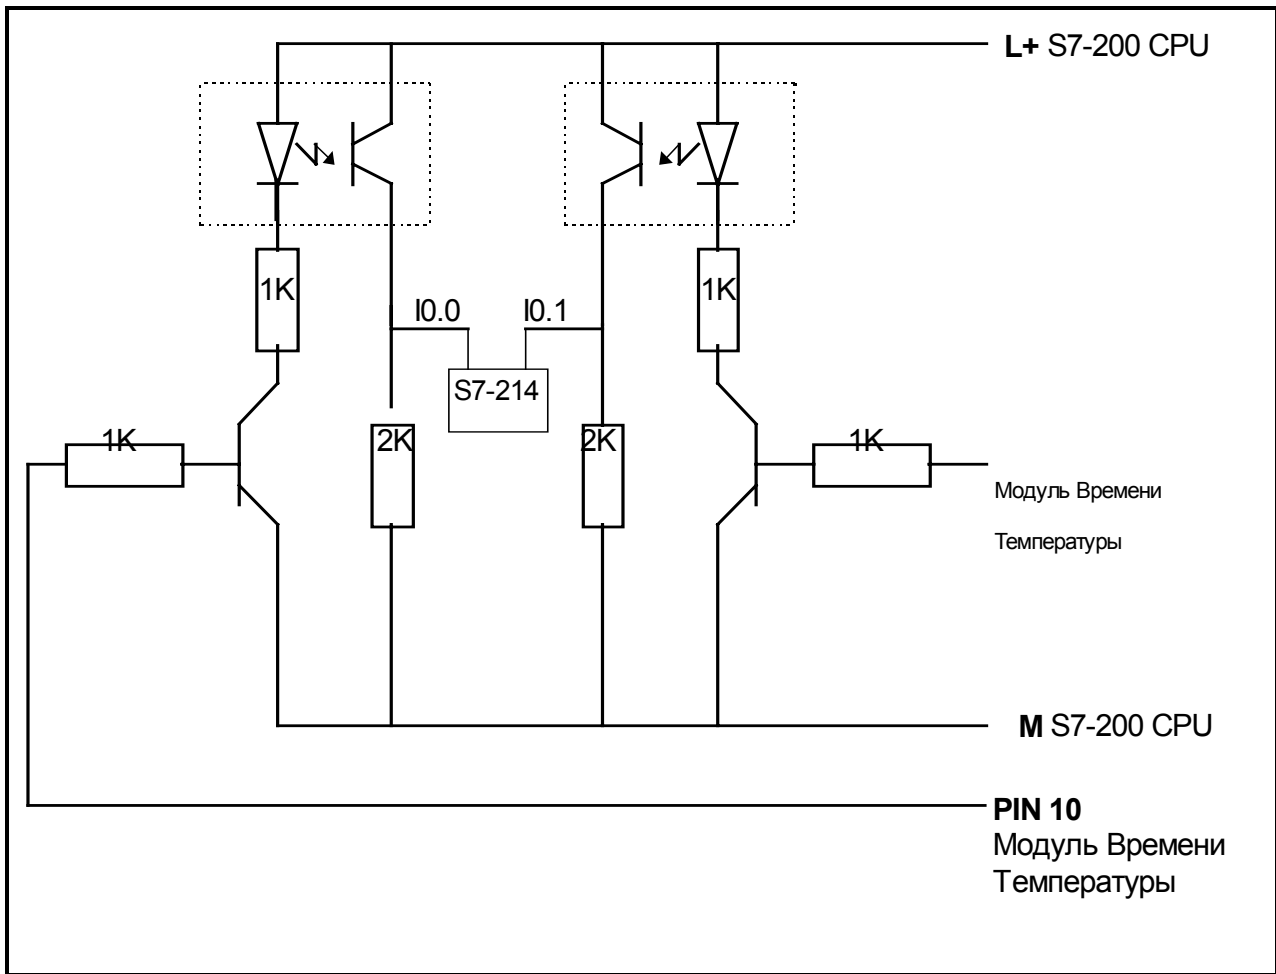
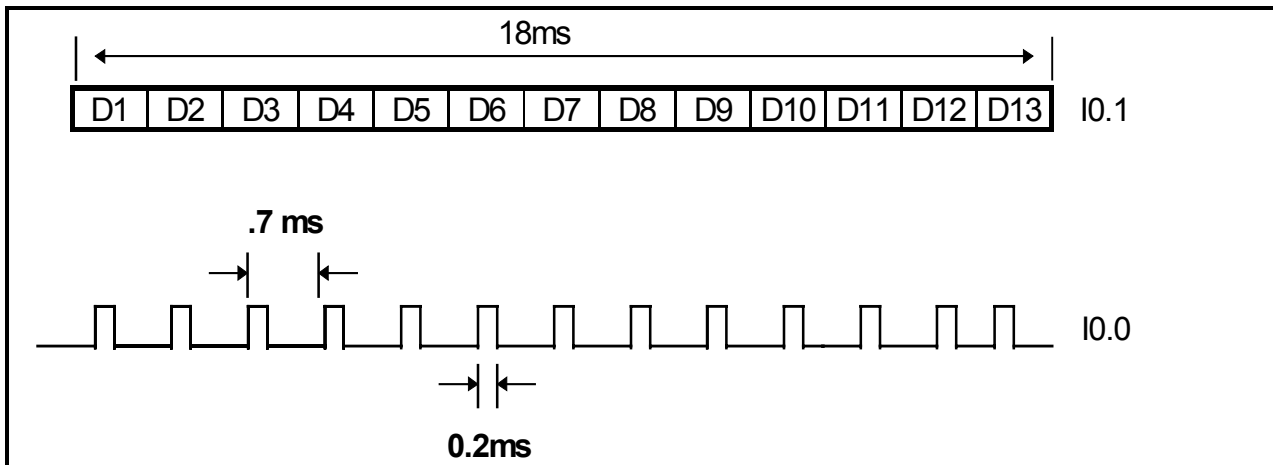

Рисунок 45.2 Структура Схемы Усиления
Рисунок 45.4 Временная диаграмма импульсов на входах ПЛК
**Замечание:** Входы S7-200 гарантируют регистрацию импульсов продолжительностью не менее 0.2ms (см. Рисунок 45.4). Как видно на Рисунок 45.2, продолжительность импульсов на выходе модуля времени температуры равна 0.125ms. Поэтому необходимо использовать оптопару в схеме усиления, которая выдает более медленные импульсы, чем поступают на нее. Необходима такая оптопара, которая читает импульсы длиной 0.125ms и выдает импульсы длиной по крайней мере 0.2ms. Так же импульсы, выдаваемые с оптопары, д.б. меньше 0.7ms, т.к. они д.б. переданы до того, как модуль времени температуры выдаст следующий импульс. Таким образом, диапазон между временем срабатывания оптопары и временем выключения д.б. между 0.075ms и 0.675ms.